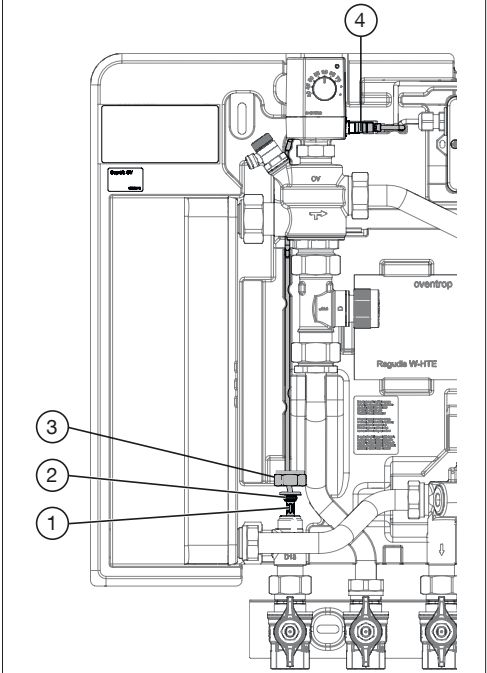

Fig. 1: Configuration/Position dans la station d'appartement « Regudis W-HTE »
- Débrancher le raccordement à emboîtement du capteur de température d'E.C.S. du moteur (voir Fig. 1 (4)). Dès que le raccordement à emboîtement est débranché, le moteur affiche un message d'erreur.
- Insérer le raccord sur le raccordement à emboîtement pour le capteur (voir Fig. 1 (3)) et le serrer à fond (couple 15 Nm).